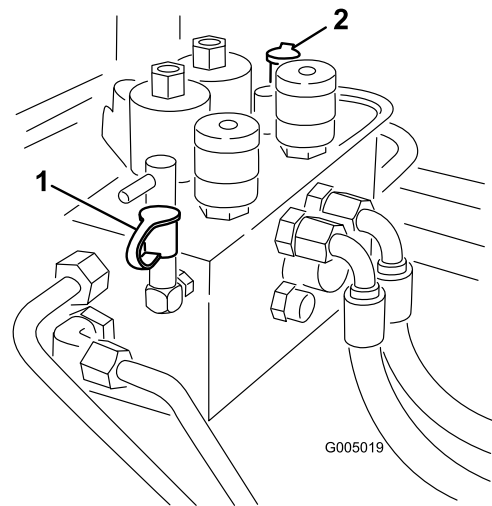

図 82
2. テストポートB (図 82) は、前カッティングユニットの油圧回路の故障探究用です。
3. テストポートC (図 82) は、後カッティングユニットの油圧回路の故障探究用です。